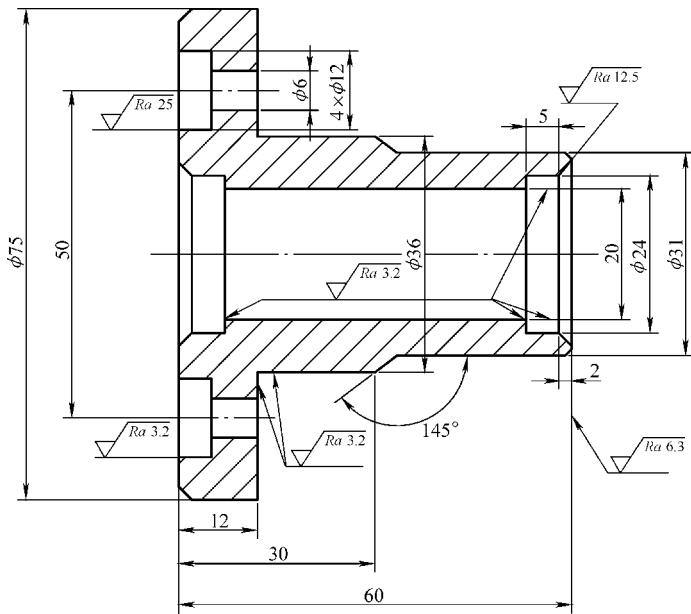

图 7-23 绘制图形
2. 绘制如图 7-23 所示的零件（其余未注倒角均为 45°），利用设计中心将表面粗糙度符号插入到该零件图样中，并插人在习题 1 中定义的基准符号块。